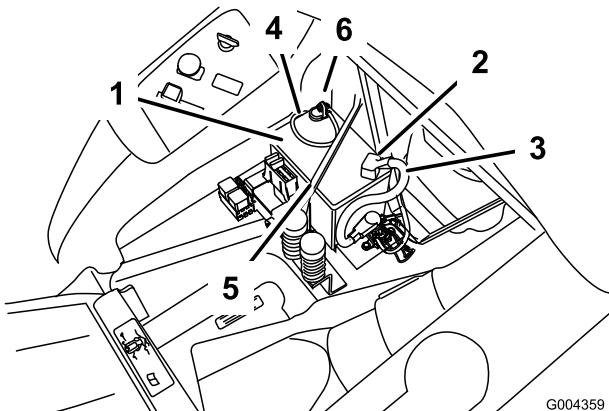

Figura 43
4. Desconecte el cable negativo de tierra (negro) del borne de la batería (Figura 43).
5. Deslice hacia arriba la cubierta de goma del cable positivo (rojo). Desconecte el cable positivo (rojo) del borne de la batería (Figura 43).
6. Retire la correa de sujeción de la batería (Figura 43) y levante la batería para retirarla de su bandeja.
- Coloque la batería en la bandeja, con los bornes hacia el motor (Figura 43).
- Fije los cables con 2 pernos (1/4 x 3/4 pulg.), arandelas (1/4 pulg.), y tuercas (1/4 pulg.) (Figura 43).
- Fije la batería con la correa de sujeción (Figura 43).